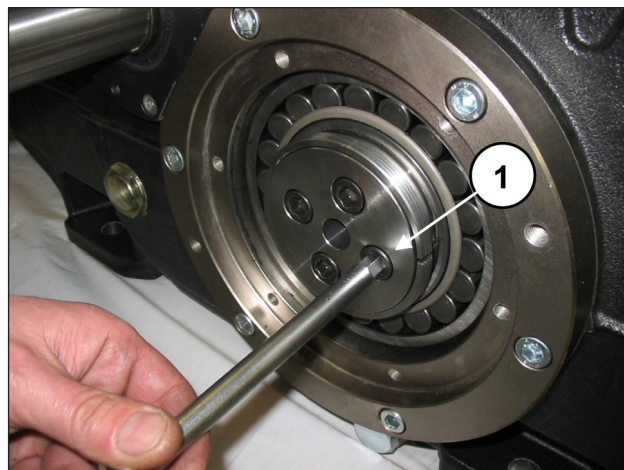

Fig. 14
Dévisser et enlever les vis de fixation du flasque de retenue de la douille, des deux côtés (rep. ①, Fig. 14).